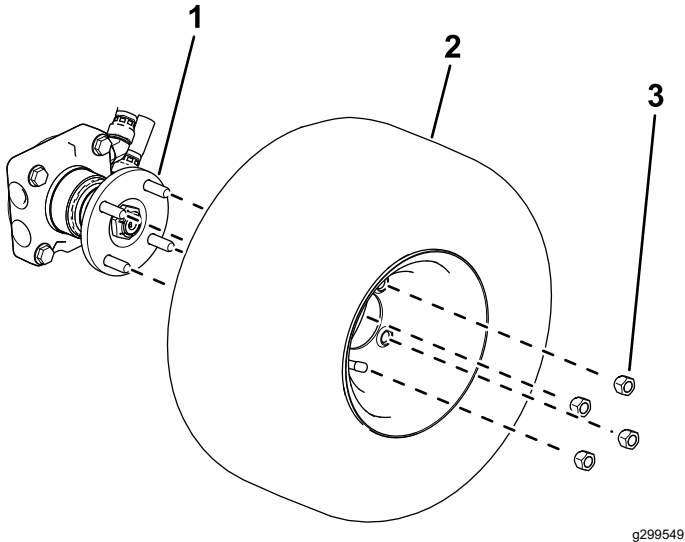

图 4
- 4 轮驱动机器用 4 个车轮螺母将车轮固定到轮毂上图 4。